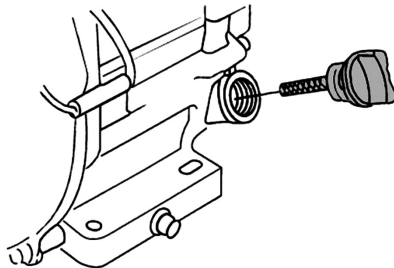

Рис. 7. Крышка-щуп маслозаливной горловины
2. Открутите крышку-щуп маслозаливной горловины и извлеките щуп (Рис. 7).
2. Выкрутите крышку-щуп маслозаливной горловины и извлеките щуп (Рис. 7).